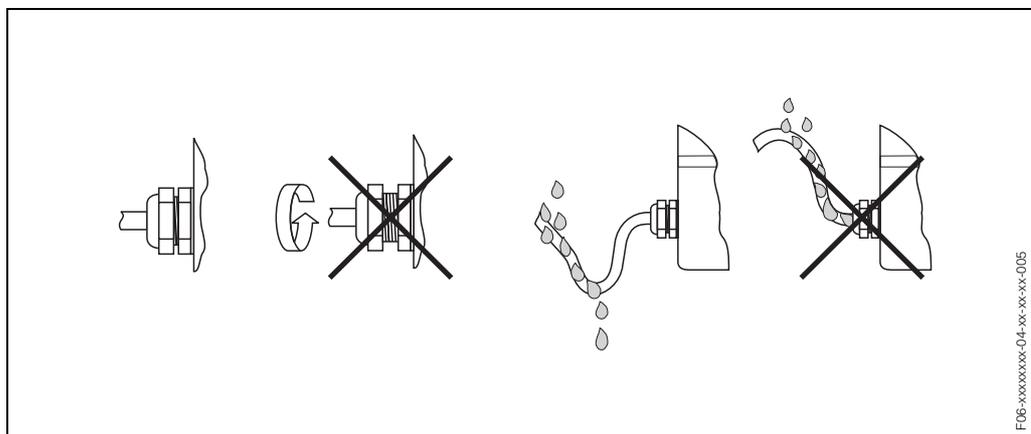

Fig. 28: Istruzioni di installazione, ingressi dei cavi
- Stringere saldamente gli ingressi dei cavi (Fig. 28).
- Prima di inserirlo nell'ingresso, far fare al cavo un'ansa verso il basso ("trappola per l'acqua", Fig. 28) in modo da evitare che l'umidità penetri nel passacavo. Installare sempre il misuratore in modo tale che gli ingressi dei cavi siano rivolti verso il basso.